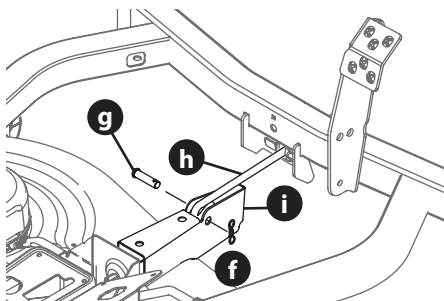

Figura 41
4. Extraiga el tercer pasador con unión curva (f) del pasador de horquilla (g) que sujeta la varilla de control de la plataforma delantera (h) al soporte delantero de elevación de la plataforma (i) (Figura 41). Extraiga los pasadores de horquilla (g).